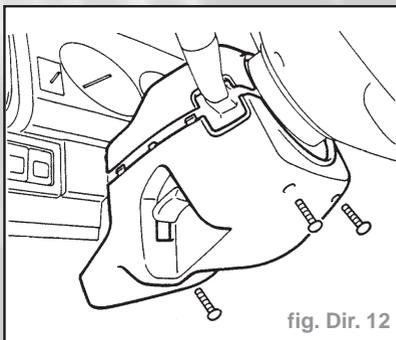

fig. Dir. 12
- Déposer les coquilles de colonne de direction (Fig. Dir. 12).